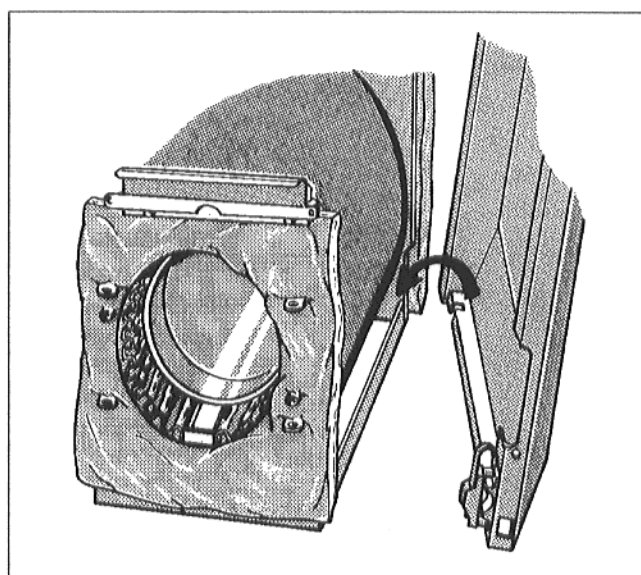

Fig. 9
- Inserire il pannello laterale di sinistra e di destra con la piegatura inferiore in basso nel listello angolare del telaio della caldaia (Fig. 9).